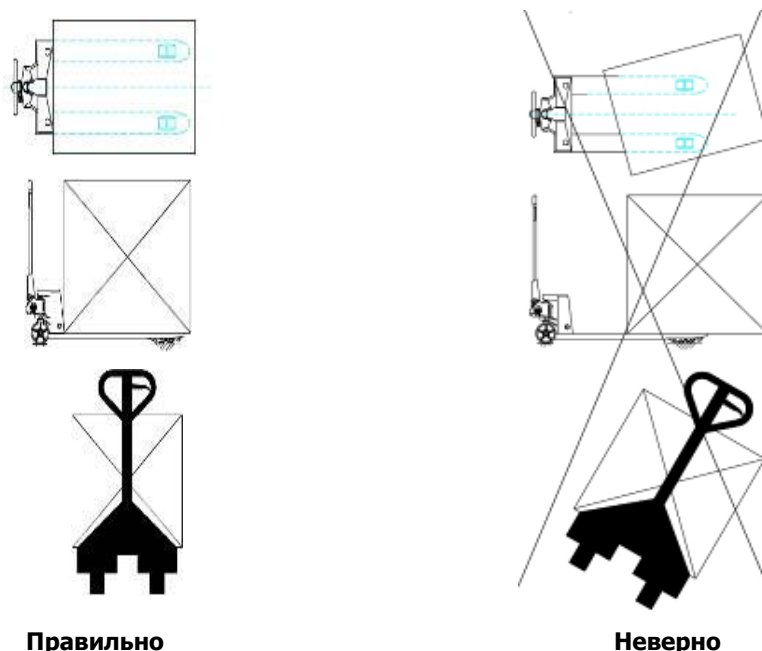

Рисунок 4.
- Перед использованием необходимо проверить колеса (219, 222, 225, 311), комплектность ручки, каркас рычага (204), корпус тележки, педальное управление (327)
- Уделяйте внимание центру тяжести во избежание смещения и наклона (см. рисунок 4).